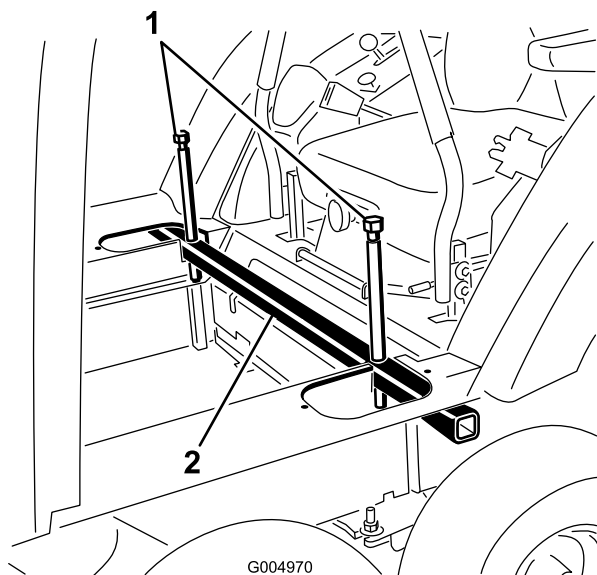

図 113
36. 左右のジャッキチューブについているジャッキボルトを、交互に少しずつゆるめて、ゆっくりとキャブを搭載位置に降ろす 図 113。